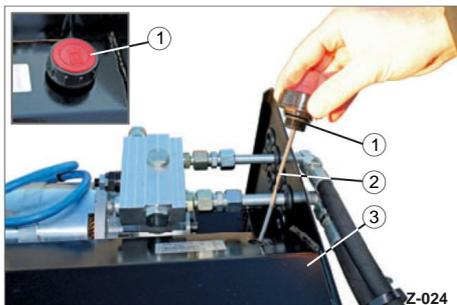

Fig. 6 Livello dell'olio
- ÿ Svitare il coperchio (Fig. 6/1).
- ÿ Leggere la quantità di olio sull'astina di livello (Fig. 6/2).